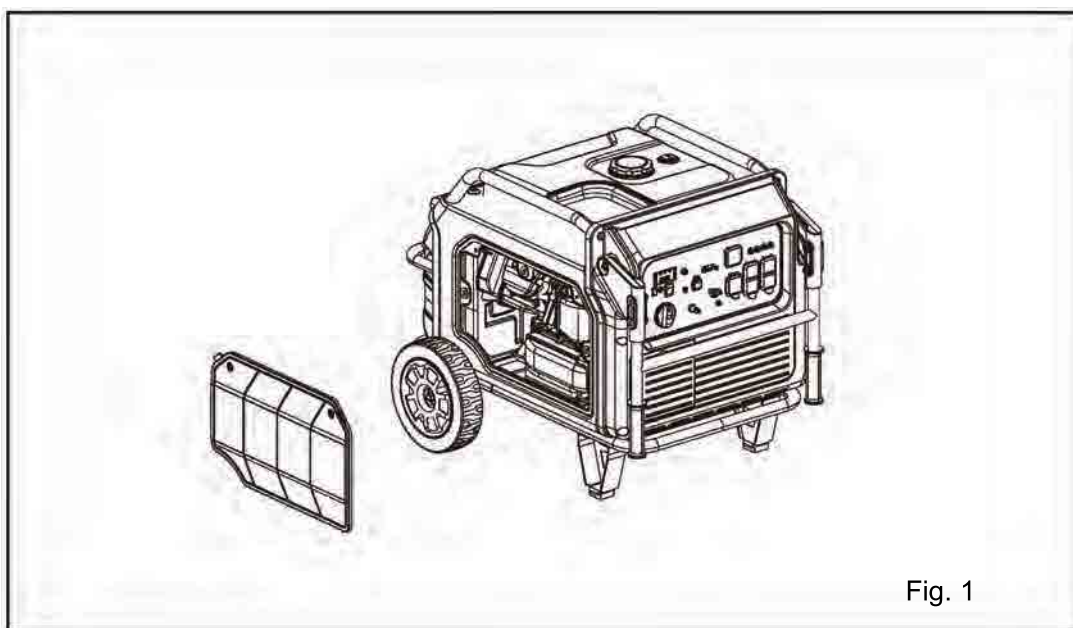

Fig. 1
- Retirer les vis de fixation du couvercle du filtre à air (Fig. 1).